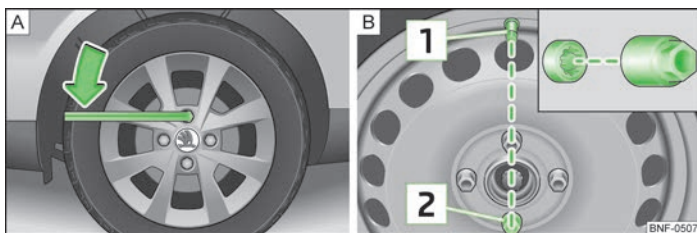

Fig. 110 Înlocuirea roții: Slăbirea șuruburilor de roți / locul de amplasare al șurubului de roată antifurt
- Prindeți capătul cheii și rotiți șurubul cu aprox. o rotație, înspre stânga » fig. 110 - A.
În cazul unei roți cu capac integral de roată, **șurubul de roți antifurt** trebuie să fie înșurubat în poziția **2** » fig. 110 - B, opusă ventilului **1**. Altfel, capacul integral de roată nu poate fi montat.